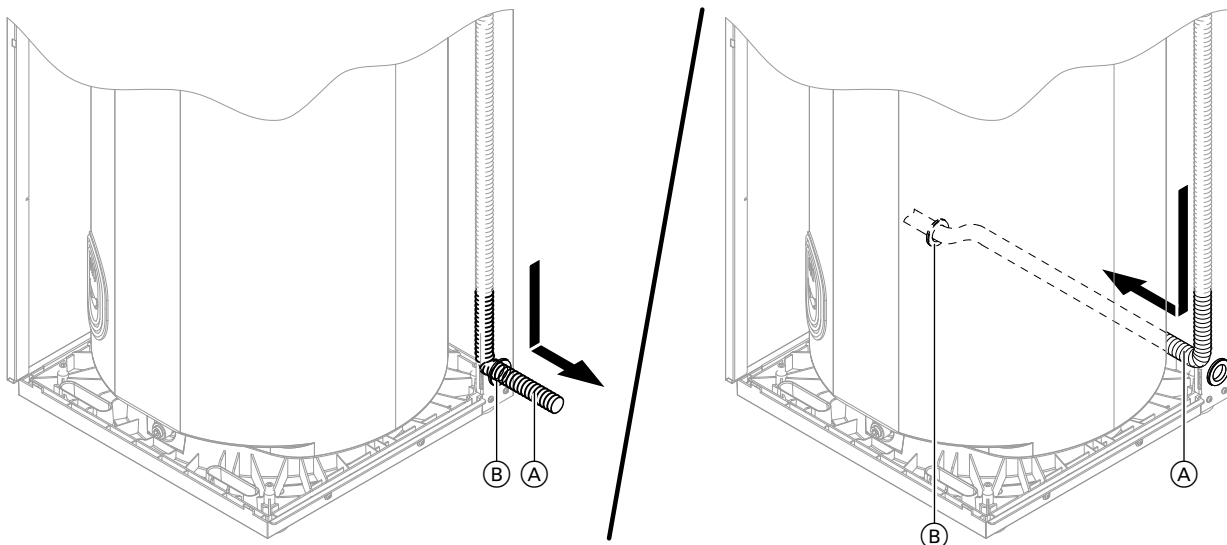

Abb. 41
2. Der dehnbare Ablaufschlauch (A) kann je nach Einbausituation entweder nach links oder rechts über die Tülle (B) aus dem Gerät geführt werden: Siehe Abb. 41.